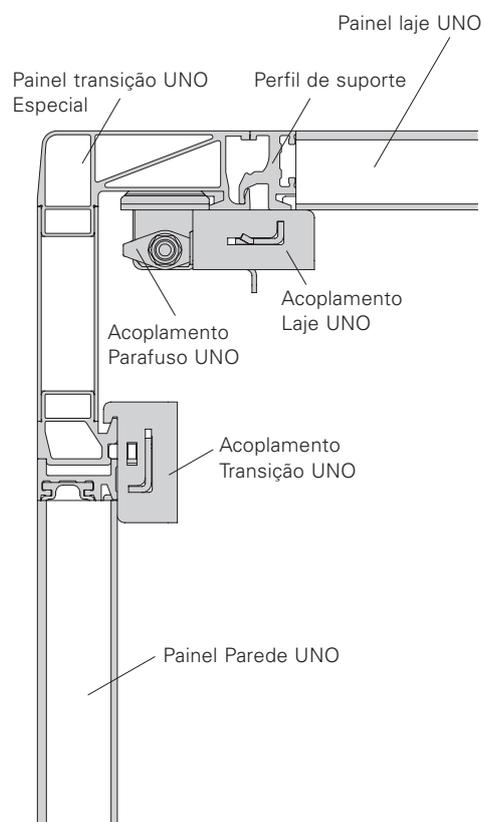

Fig. A3.06
2. Coloque o Painel laje UNO no Painel transição e conecte utilizando o Acoplamento Laje UNO. (Fig. A3.06)